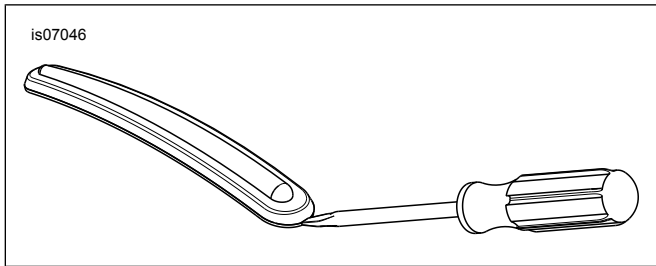

Figure 1. Retirer la bande de garniture de garde-boue
- b. Consultez Figure 1 . Insérez la pointe du tournevis entre l'encadrement chromé et la bande de garniture en caoutchouc.